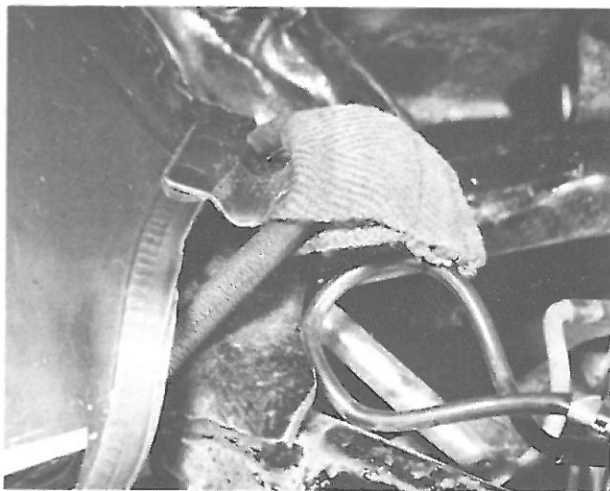

Bild 137
- Vor dem Ausbau des Kraftstofftanks ist die Leitung zum Vergaser am Kraftstoffhahn zu lösen, wozu man den kleine Federklip zuerst entfernt. Ist der Tank nicht mehr als etwa halb voll und sind keine Arbeiten am Hahn vorgesehen, so kann der Kraftstoff im Tank bleiben. Zum Ausbau des Tanks Sitzbank hochklappen und Gummilasche am Tankende aushaken (Bild 137). Tank so weit wie möglich nach hinten schieben, so dass die vorderen Gummiteile aus ihren Halterungen herauskommen. Jetzt lässt sich der Tank nach vorn-oben abnehmen.